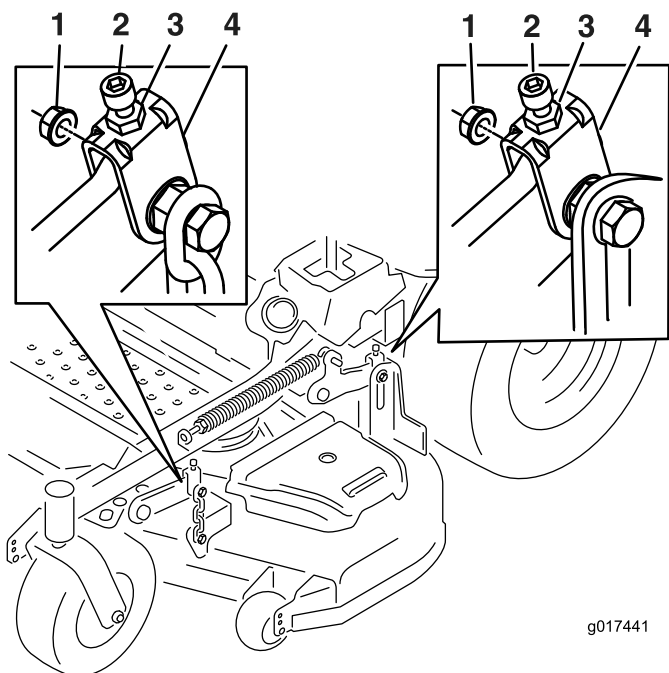

Figura 78
10. Si es necesario, afloje la tuerca "whizlock" del lateral de la horquilla y la contratuerca de la parte superior (Figura 78).
17. Gire el tornillo de ajuste hasta obtener una altura de 8,3 cm (Figura 78).